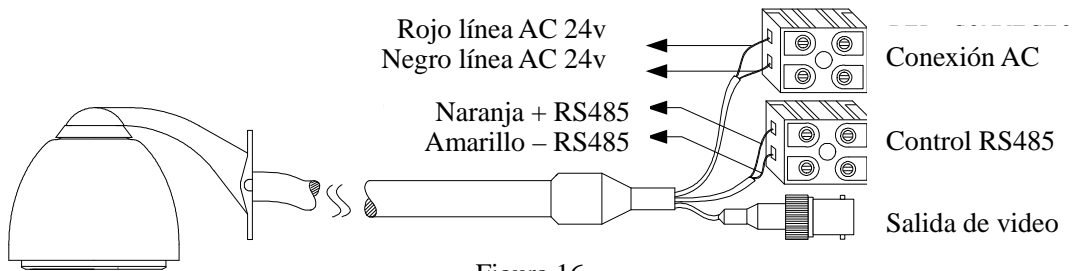

Figura 16
7) Conecte los cables de control del domo (vea la Figura 16).